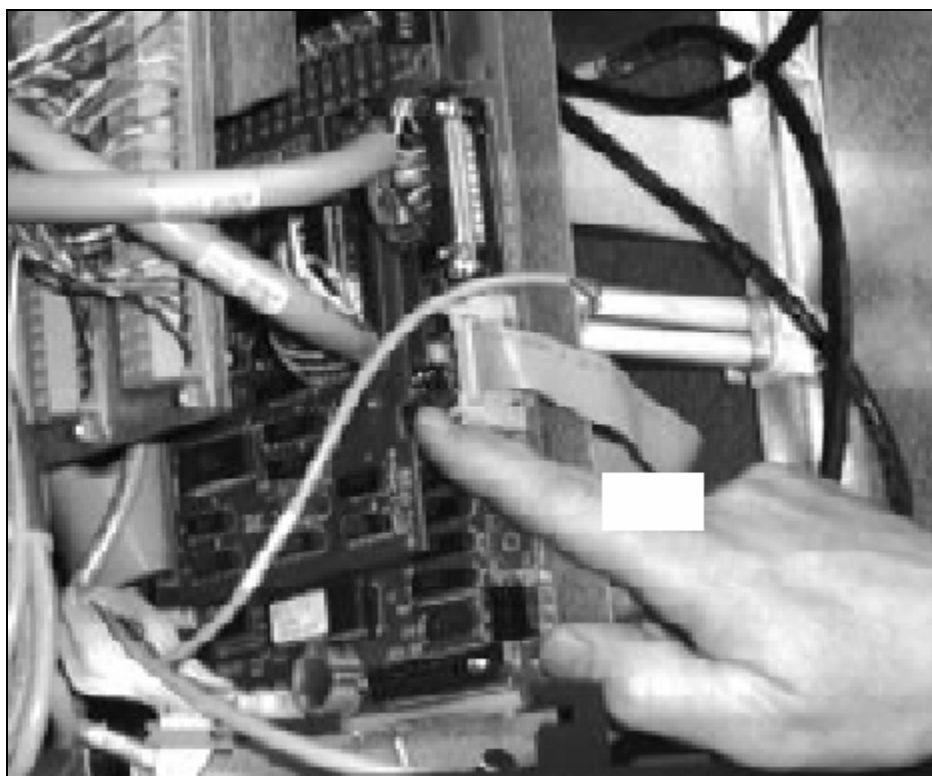

Рисунок 3
3. Активизировать сервисную клавиатуру (переставить в правое положение переключатель, расположенный справа от электронной платы (рисунок 3)). Звуковой сигнал и появление на дисплее “Текущая продажа” двух мигающих линий будет означать, что ТРК готова к программированию.